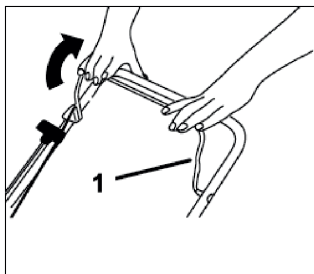

Рис. 11
2. Нажмите и удерживайте рычаг останова двигателя (Рис. 11)